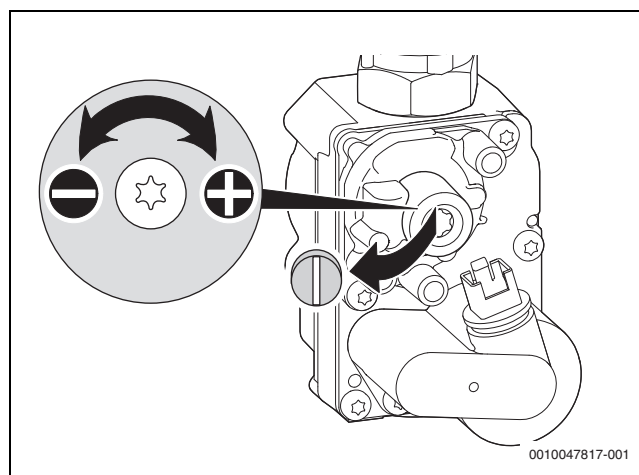

Fig. 39 Retrait du scellé de la vis de réglage
- ▶ Si la valeur se situe entre 0 et -0,1 mbar, régler la pression différentielle comme indiqué ci-dessous (→ Figure 39).